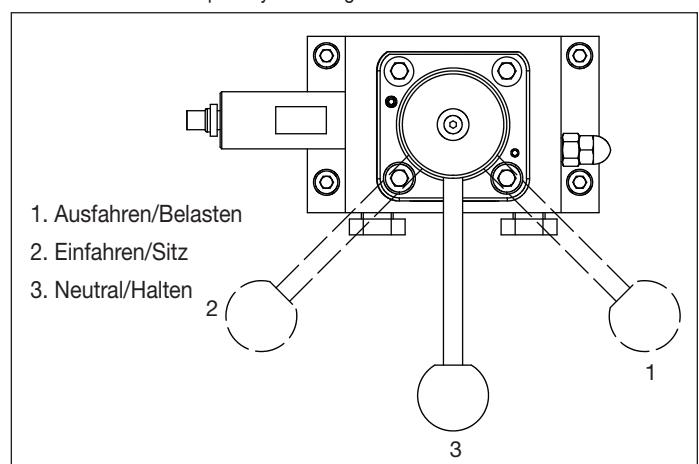

Abbildung 9: Positionen des VM43LPS Steuerventils
4. Hebel des Steuerventils auf Position Neutral/Halten einstellen. Für Positionen der Ventilhebel siehe Abbildung 9.